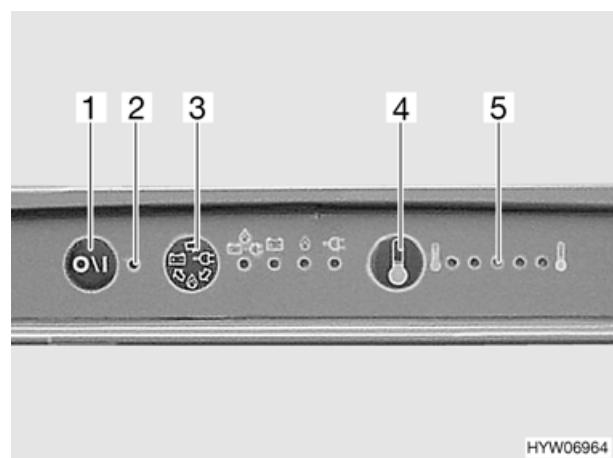

Fig. 80 Elementi di comando del frigorifero
Se l'alimentazione a 230 V non è allacciata e il motore del veicolo è spento, il sistema SES seleziona il rifornimento di gas. Selezionando il funzionamento a gas, il dispositivo di sicurezza si apre automaticamente, così che il gas possa fluire al bruciatore. Contemporaneamente si inserisce l'accenditore elettronico. Se la fiamma del gas si spegne, per esempio a causa di un colpo di vento, l'accenditore viene subito azionato riaccendendo il gas. In caso di guasto del funzionamento a gas, la luce spia (Fig. 80,2) diventa rossa e lampeggiante.
- Nelle aree di servizio è vietato l'uso di impianti a fiamma viva. Nel caso in cui la sosta duri più di 15 minuti, il frigorifero deve essere spento tramite il tasto (Fig. 80,1).
Dopo l'accensione il frigorifero seleziona automaticamente la regolazione intermedia del termostato. Questa regolazione può essere modificata manualmente tramite il tasto (Fig. 80,4). I diodi (Fig. 80,5) indicano la temperatura selezionata sul termostato. Con tale tasto viene regolata la temperatura di refrigerazione per tutti i tre tipi di funzionamento. Ci vogliono alcune ore prima che il frigorifero raggiunga la temperatura normale di esercizio. Cambiando la modalità di funzionamento la regolazione del termostato non viene modificata. La temperatura di raffreddamento è indipendente dal tipo di energia utilizzata.
- Premere il tasto (Fig. 80,1). La luce spia (Fig. 80,2) diventa verde.
- Regolare la temperatura di refrigerazione tramite il tasto (Fig. 80,4). I diodi (Fig. 80,5) indicano la temperatura selezionata sul termostato.
In caso di guasto del funzionamento a gas, la luce spia (Fig. 80,2) diventa rossa e lampeggiata.
Con il tasto (Fig. 80,3) è possibile selezionare manualmente la fonte di energia. Ad ogni pressione sul tasto, la fonte di energia è selezionata nella seguente sequenza:
- Premere il tasto (Fig. 80,1). La luce spia (Fig. 80,2) si spegne.